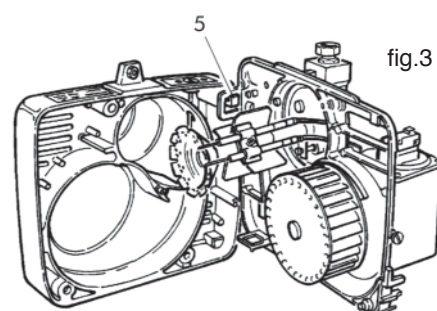

fig.3
- Agganciare la piastra portacomponenti nella posizione di servizio 5 ed eseguire la manutenzione alla testa di combustione (fig.3).